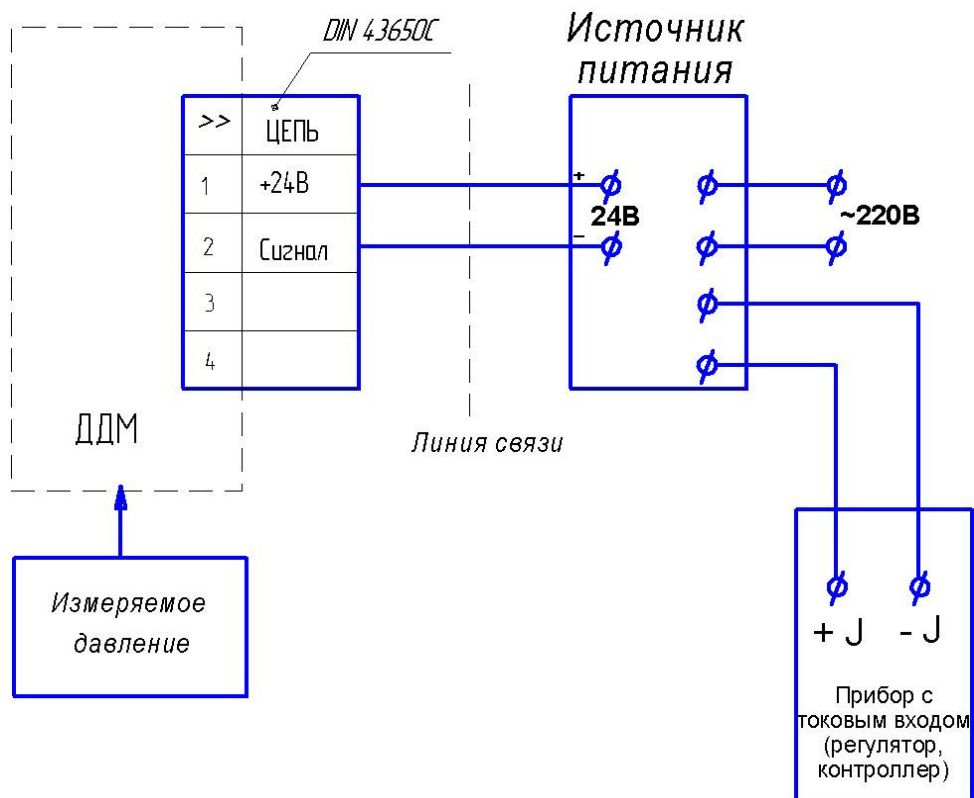
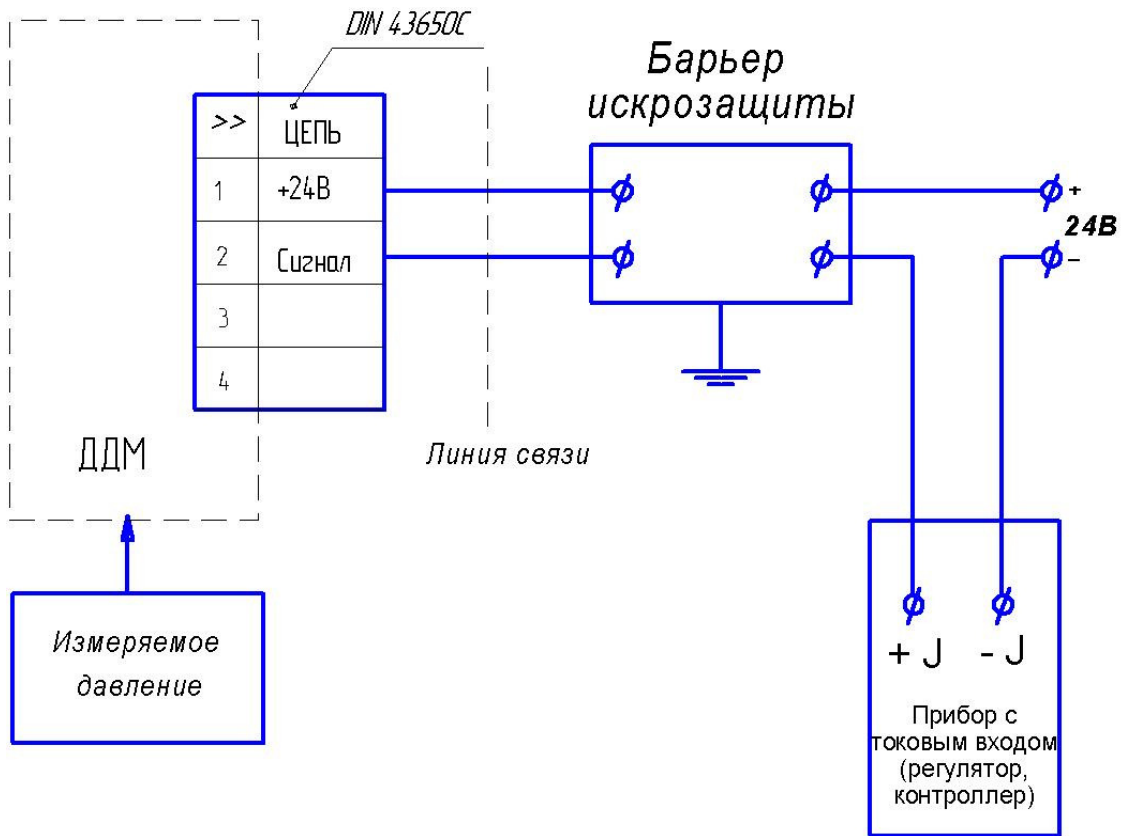

Рис.10. Схема подключения датчика ДДМ-03-МИ-Ех на объекте с применением взрывозащищенного источника питания.
Рис.11. Схема подключения датчика ДДМ-03-МИ-Ех на объекте с применением барьера искрозащиты.
3.2.1. Монтаж датчиков ДДМ-03-МИ-Ех должен производиться в соответствии со схемой подключений (рис.10 или рис.11 ПРИЛОЖЕНИЕ2), руководством по эксплуатации с соблюдением требований гл. 3.4 «Правил технической эксплуатации электроустановок потребителей», «Межотраслевых правил по охране труда (правил безопасности) при эксплуатации электроустановок (ПОТ Р М-016-2001/РД 153-34.0-03.150-00)», гл. 7.3 ПУЭ и ГОСТ Р МЭК 60079-11-2010.